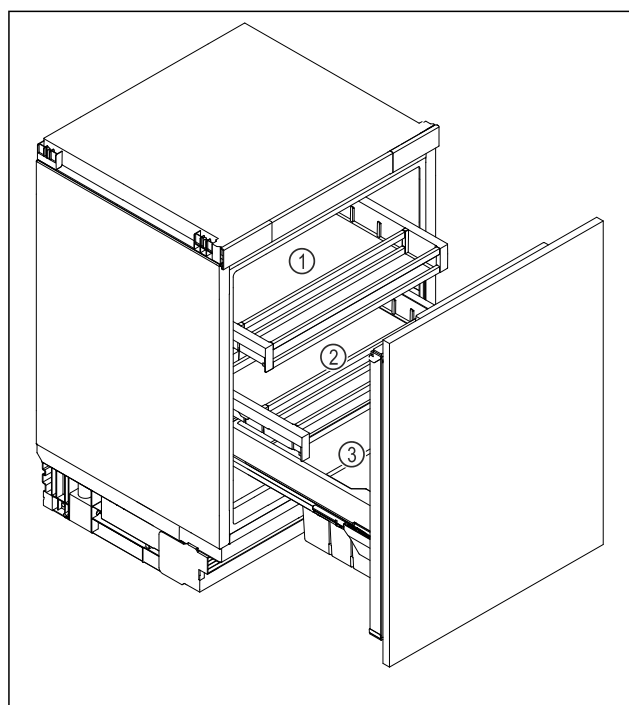

Fig. 6
- ▶ Tiroir supérieur Fig. 6 (1) : conserver le beurre, le fromage, les conserves et les tubes.
- ▶ Tiroir inférieur Fig. 6 (2) : conserver les aliments facilement périssables, tels que les plats cuisinés, le poisson, la viande et la charcuterie.
- ▶ Compartiment à fruits et légumes Fig. 6 (3) : conserver les fruits et légumes emballés.
- ▶ Compartiment à boissons Fig. 6 (3) : conserver les bouteilles.